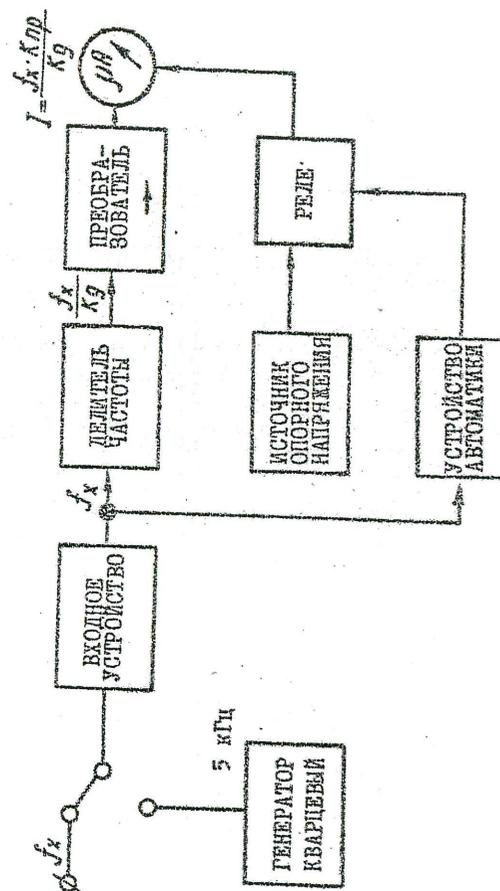

Рис. 6. Схема электрическая структурная частотомера Ф5043
4.2. Принцип работы частотомера (рис.6) заключается в том, что измеряемый сигнал частоты f_x поступает на вход входного устройства, в котором происходит его ограничение, усиление и последующее формирование в прямоугольные импульсы определенной амплитуды и полярности.